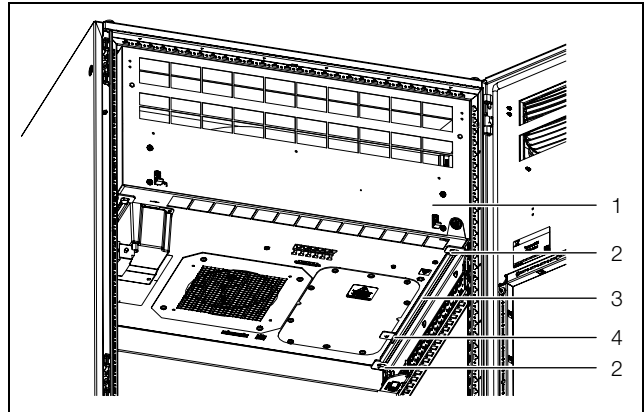

Imagen 27: Fijación refrigerador
- Extraiga a izquierda y derecha respectivamente los dos tornillos (imagen 27, posición 2), que sujetan el refrigerador a los carriles soporte.